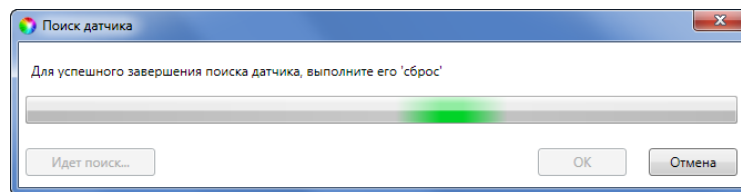

Рисунок 7.42 – Поиск радиоустройства
3. После нажатия кнопки *OK* начнется поиск радиоустройства контроллером (см. рисунок 7.42). Для того чтобы устройство было найдено контроллером, его следует перевести в режим связывания (выполнить «сброс»).